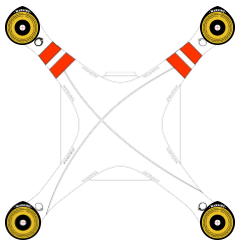

Figura 2-1
- (Figura 2-1) Retire los cuatro cartones una vez los haya leído.